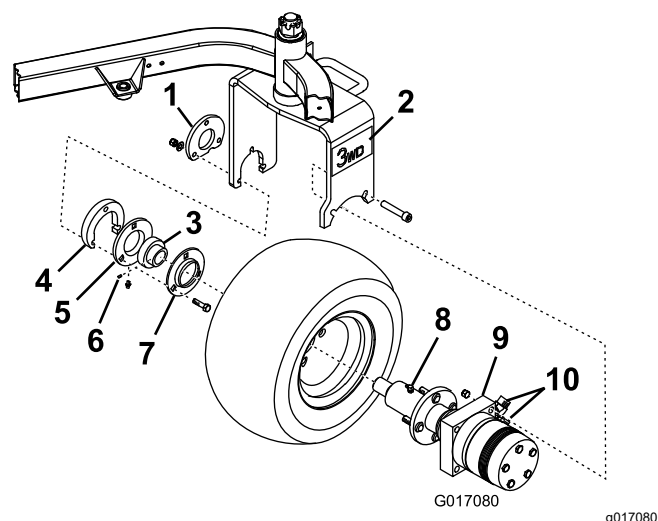

Рисунок 2
1. Присоедините 2 фитинга (45°) сбоку гидромотора-колеса в сборе (Рисунок 2).
2. Удалите масленку с нового гидромотор-колеса со ступицей в сборе (Рисунок 2).
5. Установите фланцы и подшипник на конец вала гидромотор-колеса, как показано на Рисунок 2.
Примечание: Убедитесь, что гидромотор-колесо с гидравлическими фитингами направлено к задней части машины (Рисунок 2).
7. Свободно закрепите гидромотор-колесо внутри вилки двумя винтами с головкой под торцевой ключ и двумя контргайками (Рисунок 2).
Примечание: Масленка должна находиться в нижнем положении на фланце (Рисунок 2).
- Нанесите наклейку трехколесного привода с каждой стороны вилки колеса (Рисунок 2).